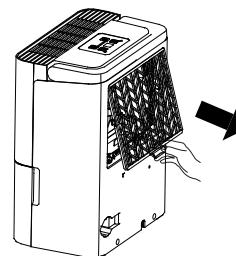

Fig. 10
- Ta tag i fliken på filtret och dra den uppåt, dra sedan ut det som visas i Fig. 10.